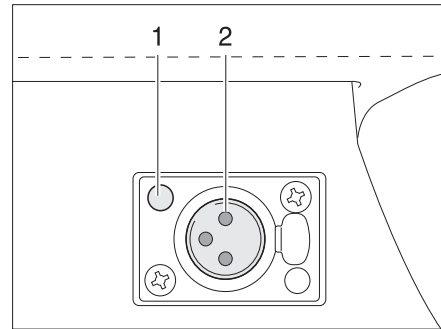

Fig. 108 Presa
- Inserire la spina alla base del faretto a innesto nella presa (Fig. 108,1) finché non si arresta. Prestare attenzione alla posizione dei contatti (Fig. 108,2).